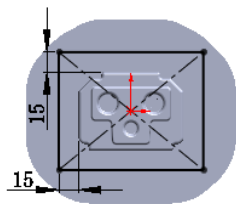

图 10.2.14 横断面草图
Step2. 绘制草图。选取前视基准面为草图基准面，绘制图 10.2.14 所示的横断面草图。